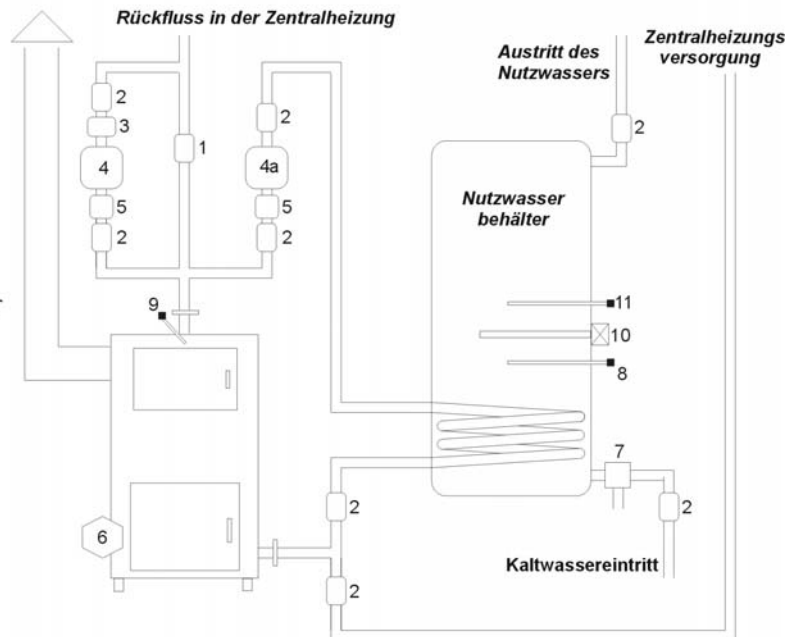

Abb. 1 Blockschema der Zentralheizungsanlage mit Umwälzpumpe und Ladepumpe für den Warmwasserboiler.
1. den Kessel nach dem Schema in Abb. 1 anschließen